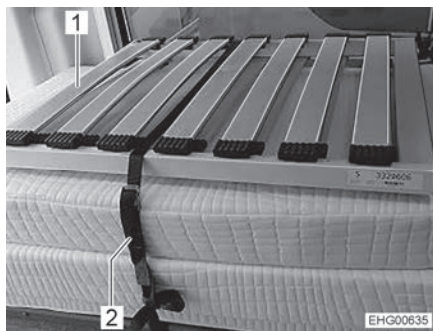

Fig. 40 Letto in coda (posizione di trasporto)
- Staccare la cintura di ritegno (Fig. 40,2).
- Posare le reti dei letti (Fig. 40,1) una dopo l'altra sopra il corridoio centrale (sulle barre dell'armadio in basso).
- Impilare i cuscini e le reti dei letti, come illustrato nella Fig. 40, sull'armadio in basso a sinistra.
- Fissare i cuscini e le reti dei letti con la cintura di ritegno (Fig. 40,2). A tale scopo, infilare la cintura di ritegno negli occhielli previsti e avvolgerla intorno ai cuscini e alle reti dei letti.